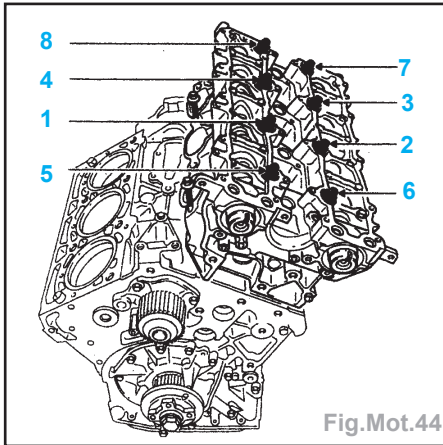

Fig.Mot.44
- Serrage de toutes les vis à 2,0 daN.m dans l'ordre indiqué (Fig.Mot.44).